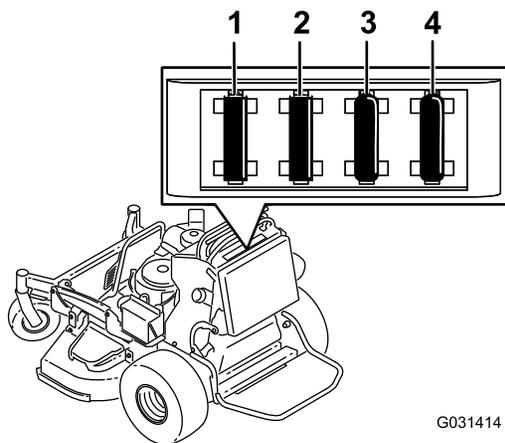

Рисунок 64
4. Выньте предохранитель и замените его (Рисунок 64).